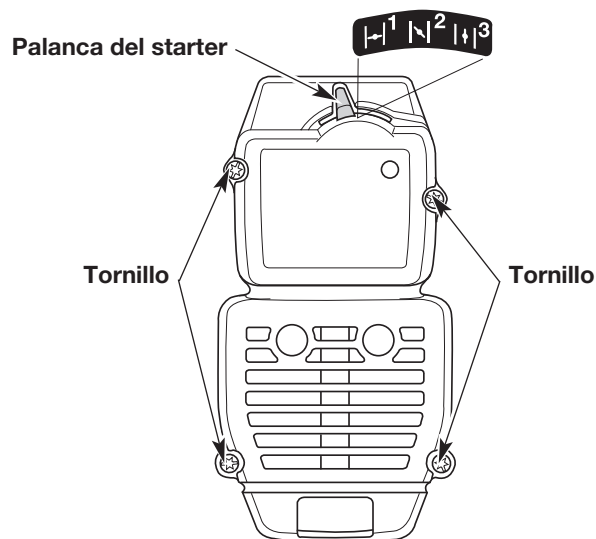

Fig. 21
OBSERVACIÓN: La palanca del starter debe estar en posición 2 (Fig. 21) para que se pueda retirar el cárter del filtro de aire/tubo de escape.
2. Retire los cuatro tornillos que sujetan el cárter del filtro de aire/tubo de escape (Fig. 21). Para ello, utilice un destornillador de hoja plana o con cabeza Torx N° T20.
OBSERVACIÓN: La palanca del starter debe estar en posición 2 (Fig. 21) para que se pueda reinstalar el cárter del filtro de aire/tubo de escape.
2. Inserte los cuatro tornillos en los orificios del cárter del filtro de aire/tubo de escape (Fig. 21) y ajústelos. Para ello, utilice un destornillador de hoja plana o con cabeza Torx N° T20. No los ajuste demasiado ni los fuerce.